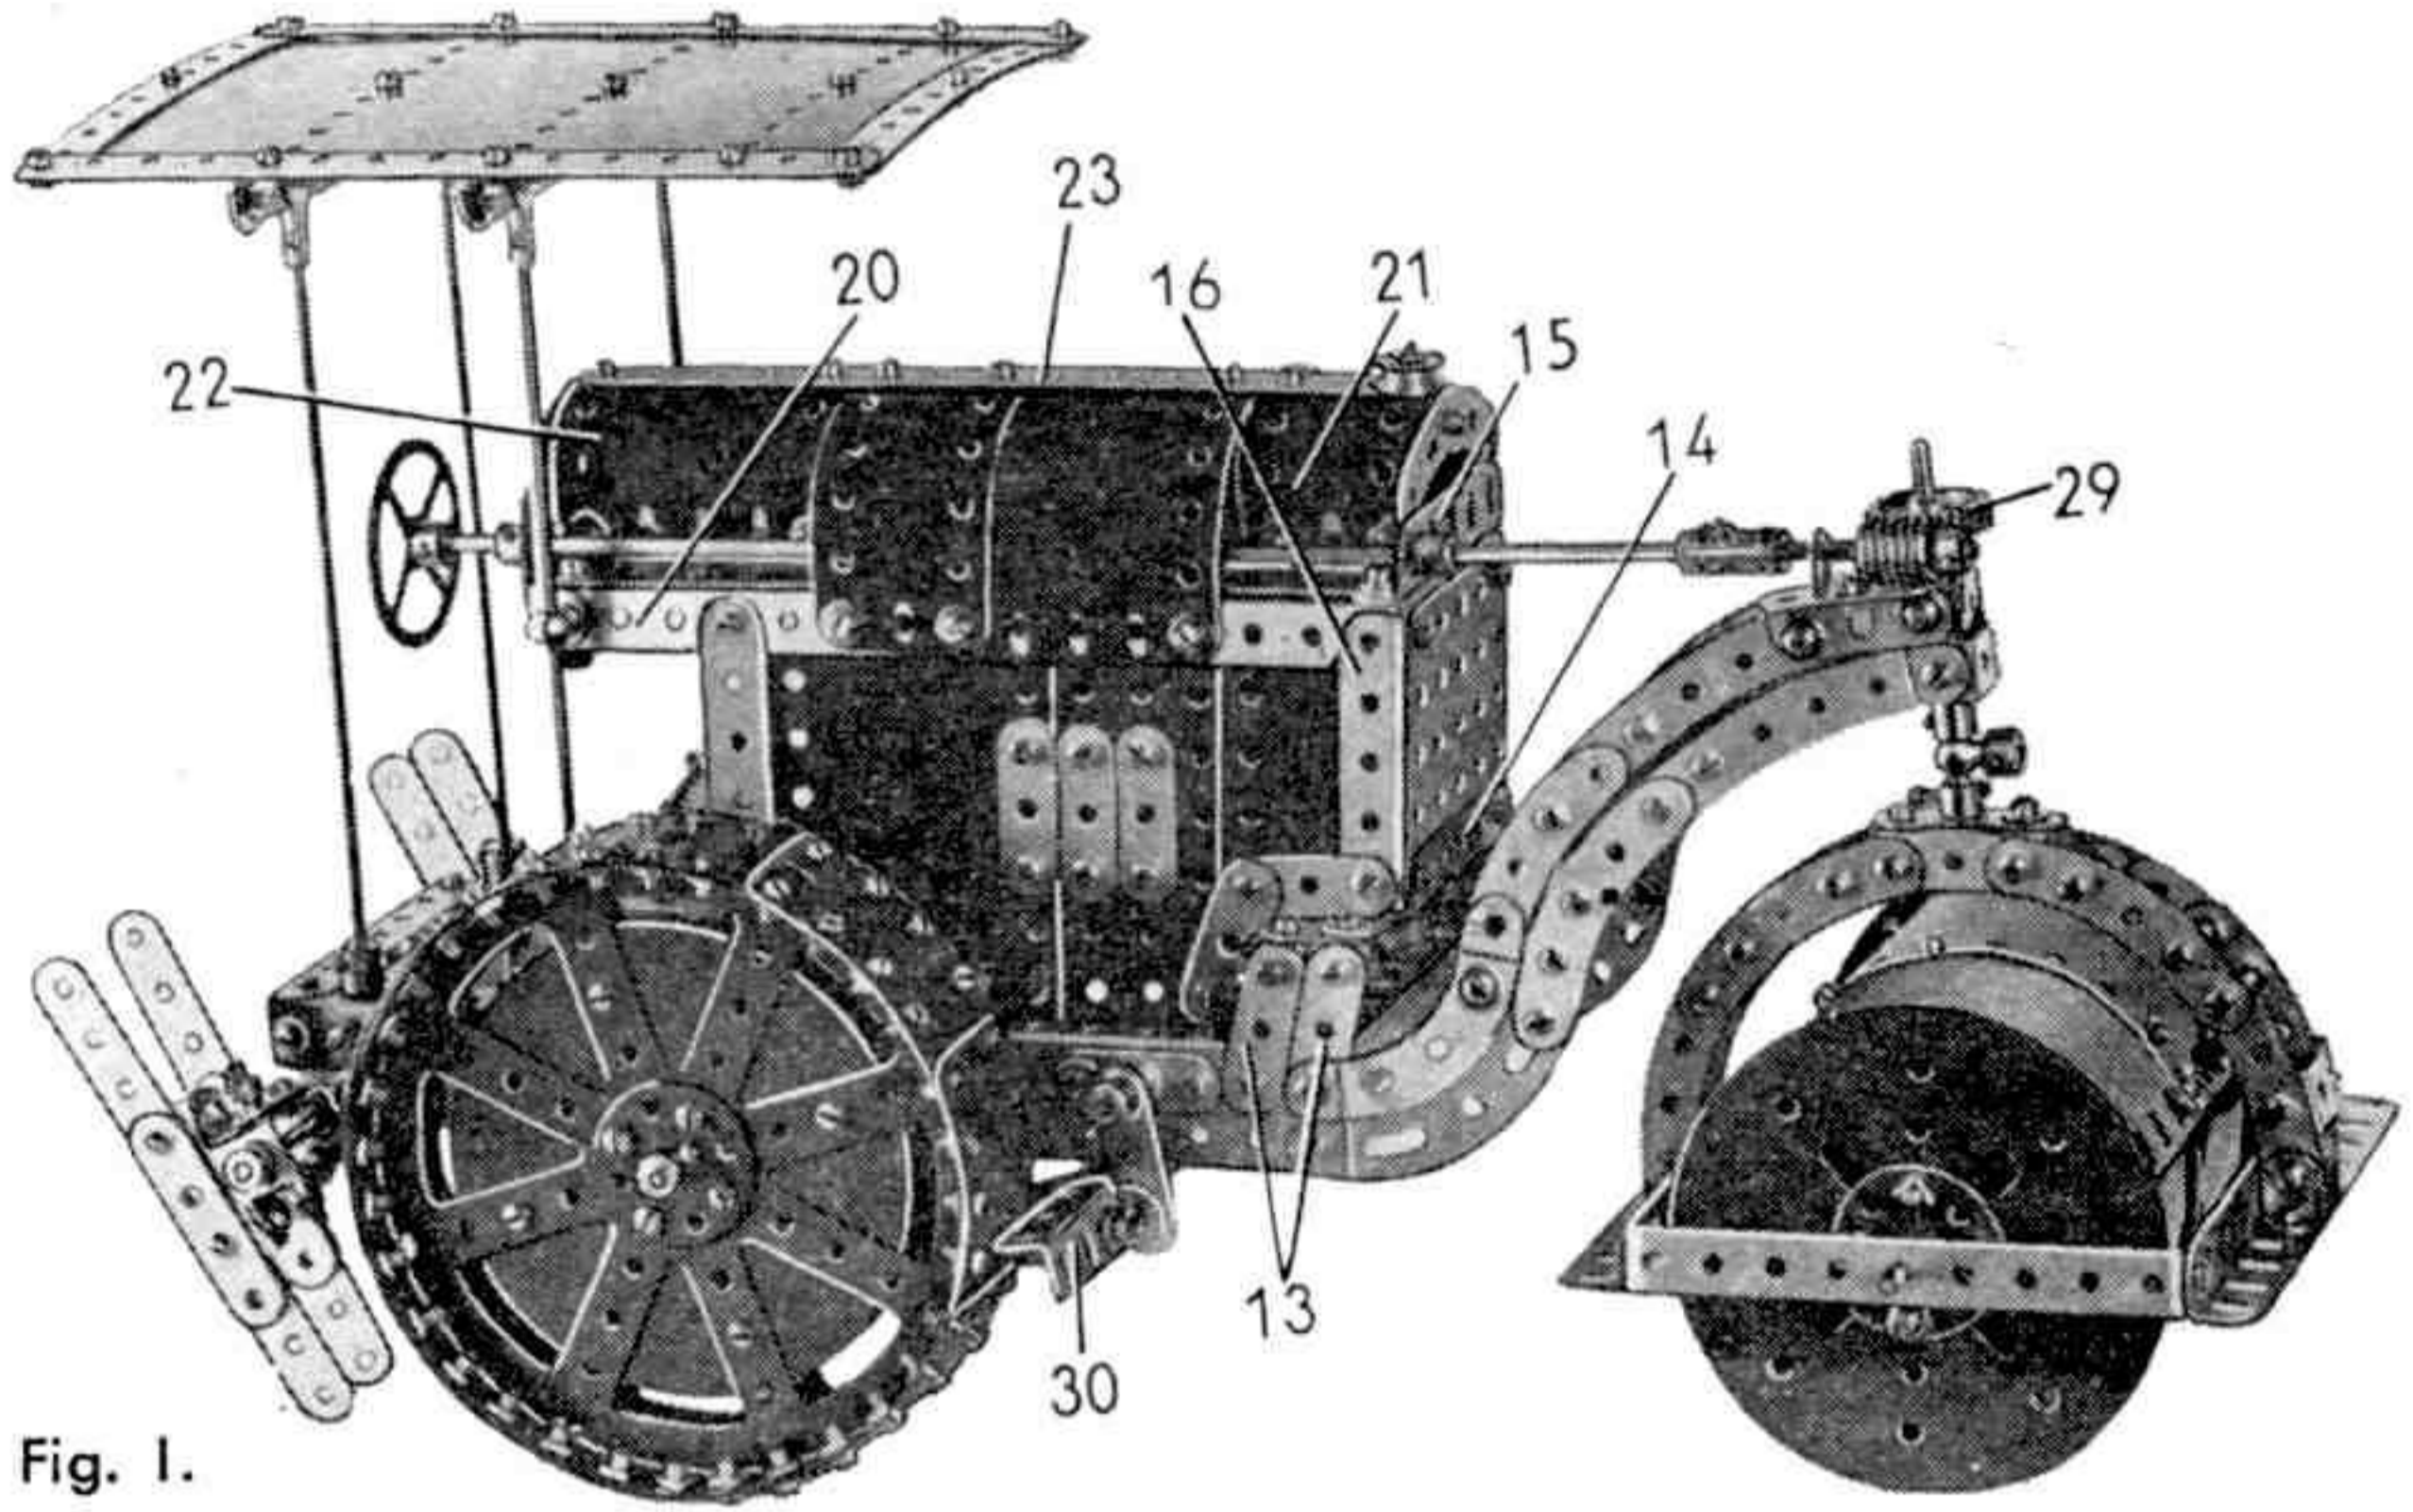

Fig. 1.
Deux bandes de 3 trous (13) sont boulonnées obliquement à l'avant et de chaque côté du châssis. Elles portent deux équerres réunies par un support plat ; les équerres avant de chaque côté sont reliées par une bande de 9 trous munie d'une cornière de 5 trous (14) (fig. 1).
Du côté opposé au moteur (fig. 1), la cornière (16) est réunie à une bande symétrique de la bande (17) par une cornière de 15 trous (20). La cornière (20) et la bande (19) débordent de 3 trous vers l'arrière et sont assemblées par une bande coudée de  $60 \times 12$  mm.
Une tringle de 7,5 cm. est bloquée dans le bras de manivelle (28). Elle passe dans la chape d'articulation (5) et dans le support double (4) fixés à l'extrémité du col de cygne. L'ensemble est tenu en place par une roue de 38 dents (29) (fig. 1).